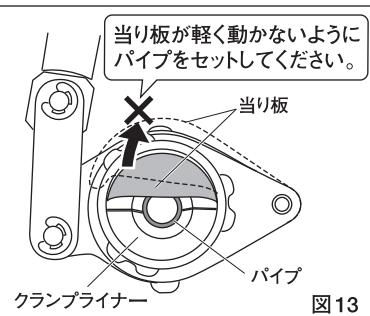

図13
- 指で軽く当り板を持ち上げ、当り板が軽く動くなら隙間がありますので再度パイプをセットし直してください。(図13)